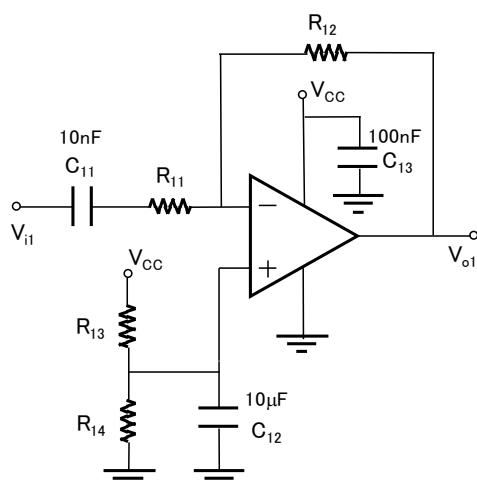

Figura 1. Etapa amplificadora inversora acoblada en alterna.
Per implementar l'amplificador podríem utilitzar qualsevol de les configuracions bàsiques amb un amplificador operacional (AO). En aquest cas, utilitzarem l'amplificador inversor acoblat en alterna tal com apareix en la Figura 1.
Qüestió EP5. Si ens fixem només en la tensió contínua, torneu a dibuixar el circuit de la Figura 1 (ara els condensadors han de considerar-se circuits oberts). Quina és l'expressió de la tensió de sortida V_{o1} considerant l'AO ideal?
Qüestió EP9. A partir de la freqüència de guany unitat f_t del TLC082, la freqüència del senyal que s'ha d'amplificar (40 kHz) i el guany especificat per a l'amplificador (400), justifiqueu quantes etapes en cascada com la de la Figura 1 són necessàries.
Munteu en la placa de connexions "Protoboard" la primera etapa amplificadora (Figura 1) tal com l'heu dissenyat a l'estudi previ. Utilitzeu un dels dos AO que conté el circuit integrat TLC082 (l'altre AO l'utilitzareu en la segona etapa). Alimenteu el circuit amb $V_{cc} = 12$ V. Heu d'ajustar la font d'alimentació a la tensió desitjada abans de connectar-la al vostre circuit.